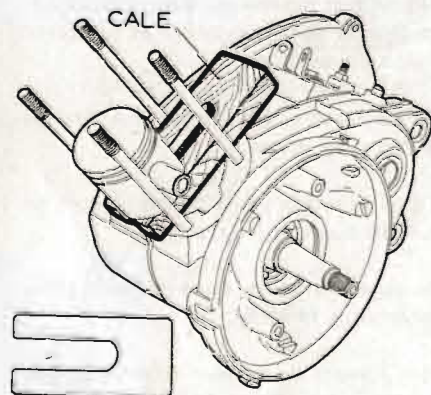
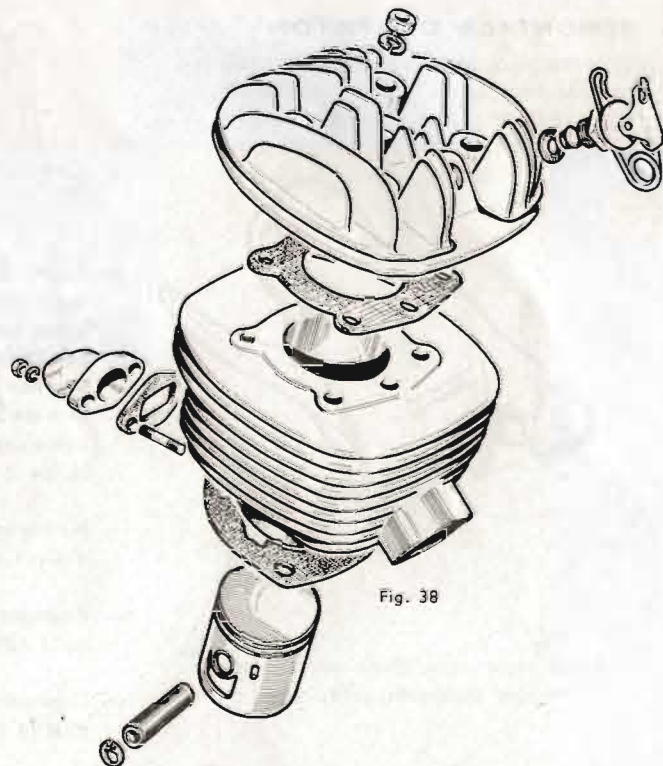

Fig. 37
Fig. 38
- Afin de faciliter cette opération (fig. 38), nous vous conseillons la réalisation d'une cale en bois conforme à celle de la figure 37.